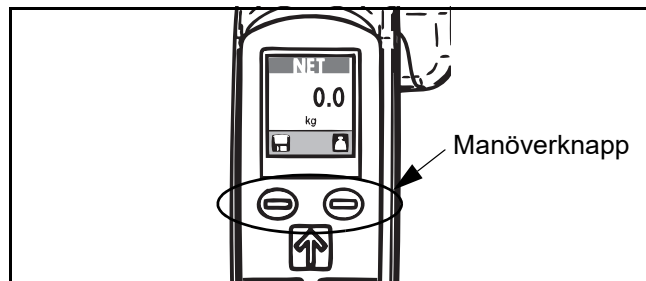

Fig. 69
- 1) Tryck på båda manöverknapparna för vågen samtidigt vid start (se Fig. 69).